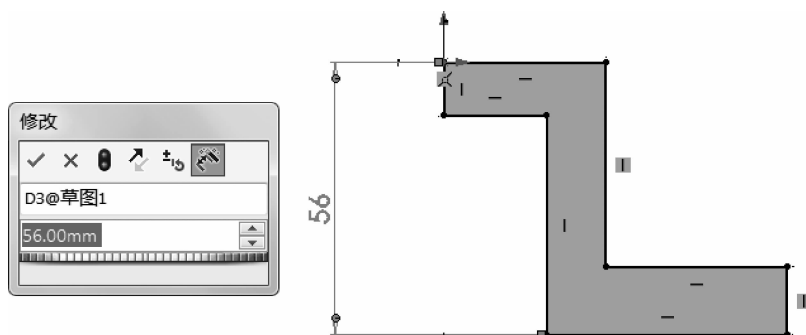

图 1-31 在微调框中输入“70mm”
①单击【智能尺寸】按钮,完成某个尺寸标注(如“56”)的同时弹出【修改】对话框。
②在微调框中输入“70mm”(见图 1-31),单击✓按钮,完成尺寸的修改。按同样方法标注并修改其他尺寸,最终完成的草图如图 1-32 所示。